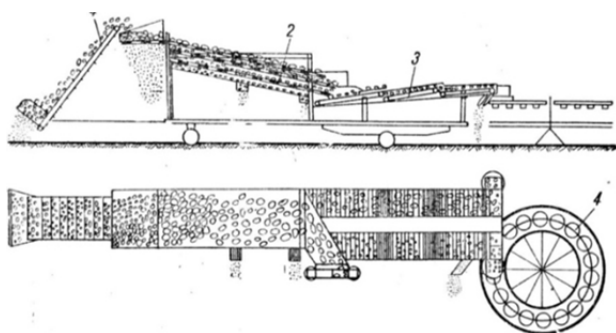

Fig. 3. Mașina cu site [1].
• **Mașini cu site plate (vibratoare) [1].** Mașina de sortat Grosskopf (fig. 3); este compusă din: